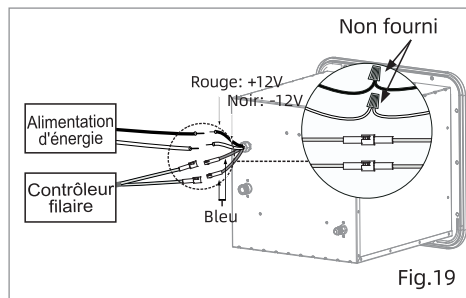

Fig.19
2. Branchez les fils d'alimentation (à l'arrière du chauffe-eau-le fil rouge et le fil noir) à une source d'alimentation nominale appropriée de courant continu de 12 V. (Fig.19)
3. Branchez les fils de la commande murale (deux fils bleus sur l'appareil). (Fig.19)